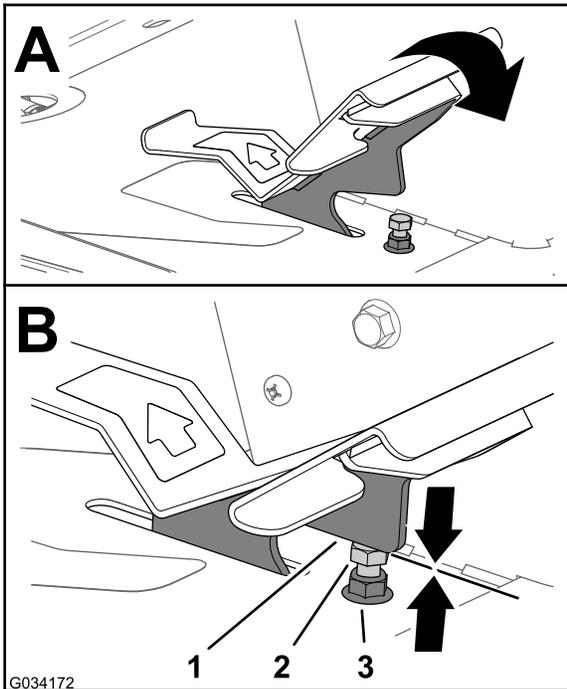
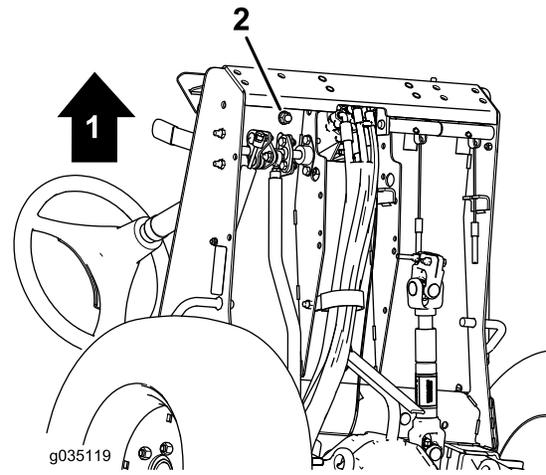

Рисунок 78
Рисунок 79
1. Переведите педаль управления тягой до упора вперед (Рисунок 78).
- A. Удерживайте упор педали управления тягой (Рисунок 78) ключом.
- B. Ослабьте контргайку в нижней части подножной пластины (Рисунок 79).
- C. Переместите педаль управления тягой в максимальное положение вперед (Рисунок 78).
- D. Удерживая упор педали управления тягой, отрегулируйте контргайку, расположенную над подножной пластиной (Рисунок 78), так, чтобы педаль управления тягой касалась упора.
- F. Удерживая упор педали управления тягой, затяните контргайку в нижней части подножной пластины (Рисунок 78 и Рисунок 79) с моментом от 37 до 45 Н·м.